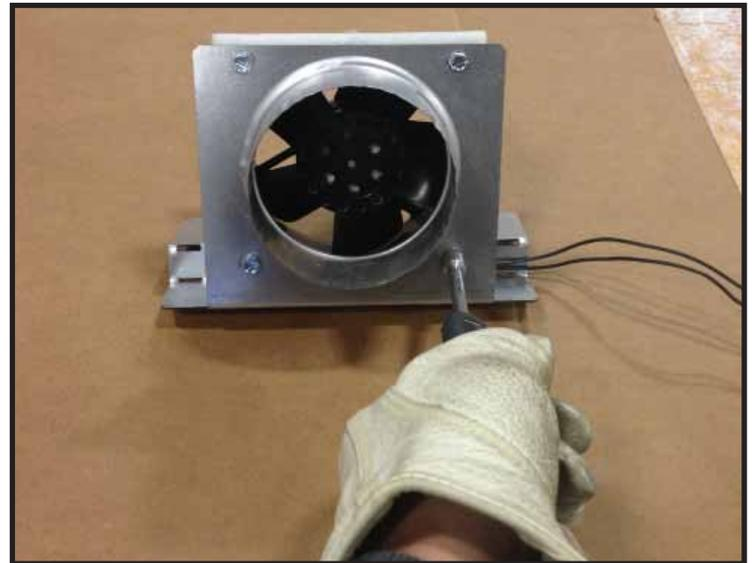

Figure 8.18 Retrait du support de montage du ventilateur
8. Retirez le support de montage du ventilateur en retirant les quatre vis maintenant le ventilateur à ce support. Elles sont situées sur un côté du support. Conservez le joint pour l'utiliser avec le nouveau ventilateur. Voir les figures 8.18 et 8.19.